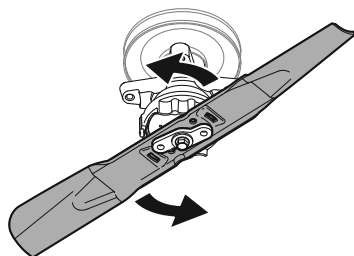

Figura 46
- Mientras sostiene el collarín en la posición hacia arriba, rote la cuchilla en sentido contrario a las agujas del reloj para liberarla del collarín. Consulte la Figura 46.